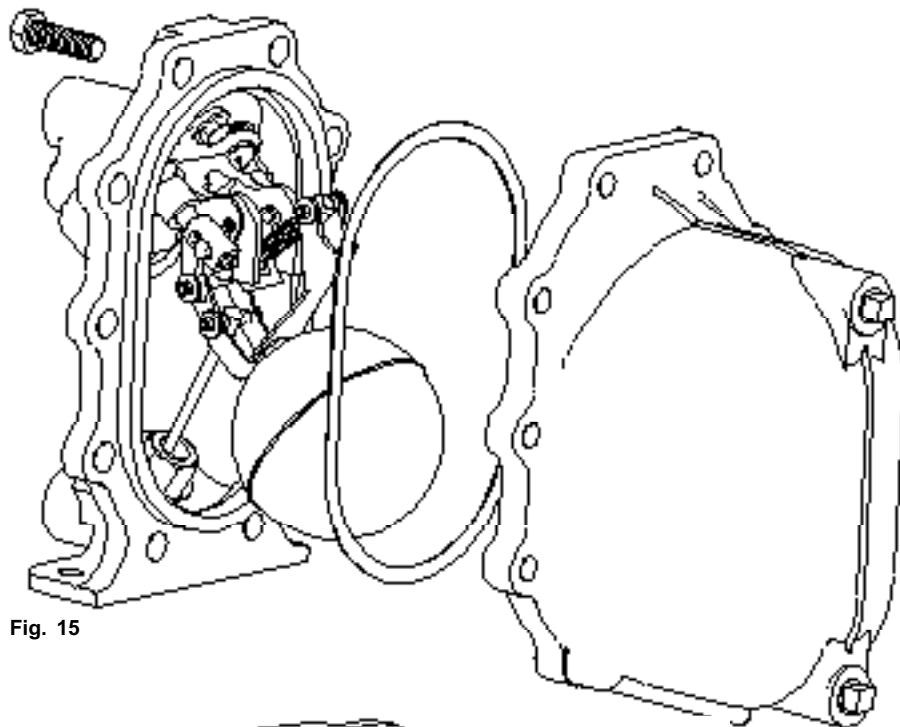

Fig. 15
1. Koppla från alla anslutningar till höljet. Avlägsna lockbultarna med en 19 mm A/F nyckel, och avlägsna sen förskjut lockmekanismen från huset (Min. demonteringsavstånd som krävs är 225 mm). Lyft lockmekanismen till en bänk eller annat ställe som kan utgöra en bekväm yta att arbeta på och spänn fast den ordentligt, undvik kontakt med packningsytan (se Fig. 15).